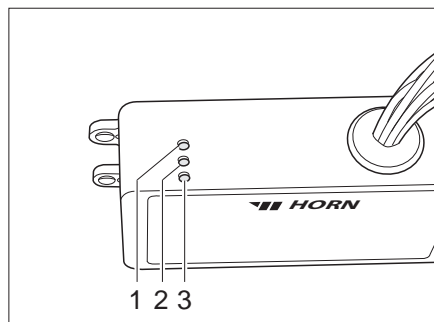

Bild 212 Regelgerät
Das Regelgerät (Bild 212) ist im Kleiderschrank eingebaut. Die Kontroll-Leuchten auf dem Regelgerät haben folgende Bedeutung:
- Kontroll-Leuchte (Bild 212,2) leuchtet grün: Regelung in Betrieb.
- Kontroll-Leuchte (Bild 212,1) leuchtet rot: Abwassertank wird beheizt.
- Kontroll-Leuchte (Bild 212,3) leuchtet rot: Abwasserleitungen werden beheizt.